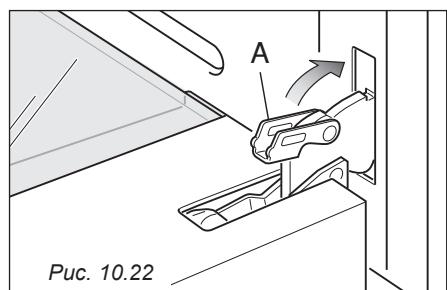

Рис. 10.22
- Полностью откройте дверцу духового шкафа и замкните рычаг А на левом и правом шарнирах (Рис. 10.22).